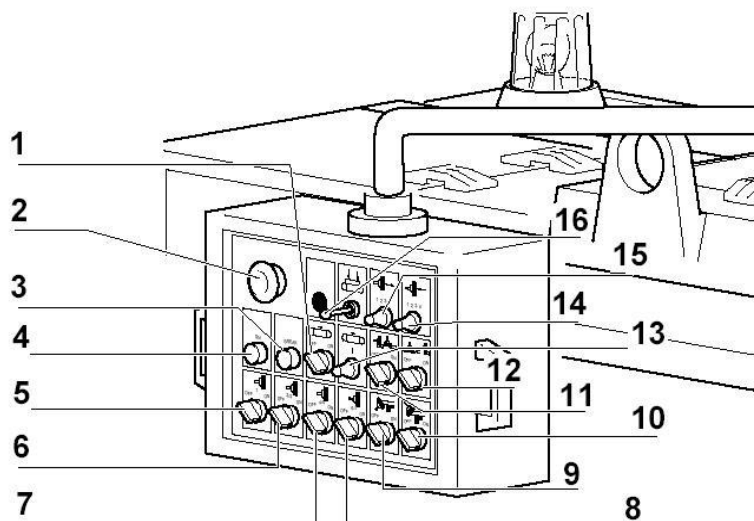

Fig. 20
1. Arrêter les moteurs des outils par les interrupteurs sur le tableau de contrôle (Fig. 20/5,6,7,8,9,10,11,12).
- Débloquer le bouton d'urgence utilisé pour l'arrêt (Fig. 20/2)